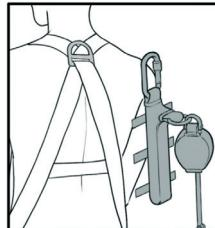

fig.1
1. Ustawić zaczep DSL2 w taki sposób, aby zamknięcia Velcro dotykały pasów uprzęży, pozostawiając zestaw amortyzacyjny w położeniu skrajnym (rys. 1).